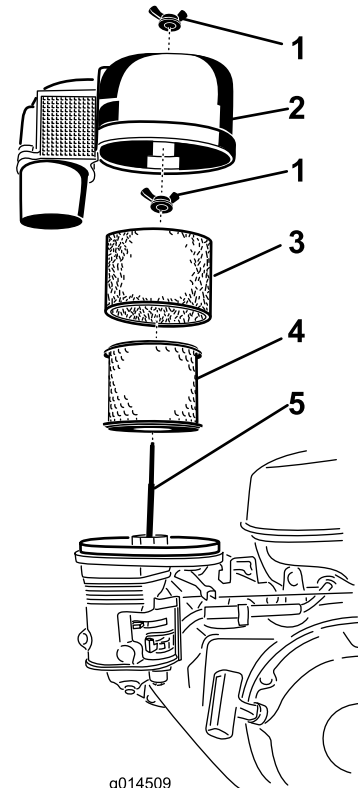

Figure 12
1. Retirez l'écrou à oreilles et sortez le filtre cyclone avec son capot (Figure 12).